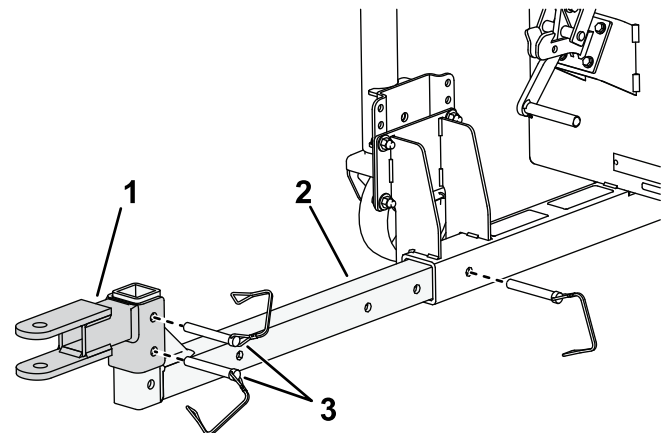

Bild 3
1. Setzen Sie das Anhängervorrichtungrohr in den Rahmen ein, wie in Bild 3 dargestellt.
2. Montieren Sie den Anhängervorrichtungsadapter mit den Gabelbolzen (Bild 3) am Kupplungsrohr.
- Entfernen Sie die Lastösenbolzen aus dem Anbauvorrichtungsadapter und stellen Sie die Position nach oben oder unten ein (Bild 3), falls erforderlich.